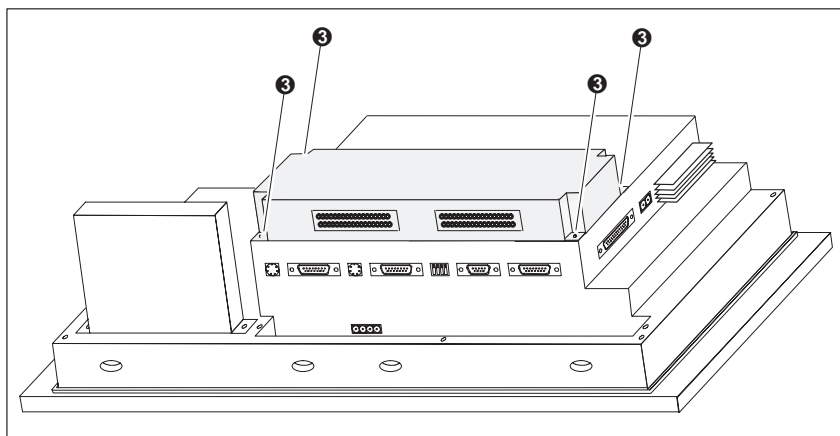

Bild 18-10 Control Panel Interface am OP befestigen (Beispiel OP37)
4. Befestigen Sie das Control Panel Interface mit den vier beige-packten Schrauben ③ am OP (siehe Bild 18-10).